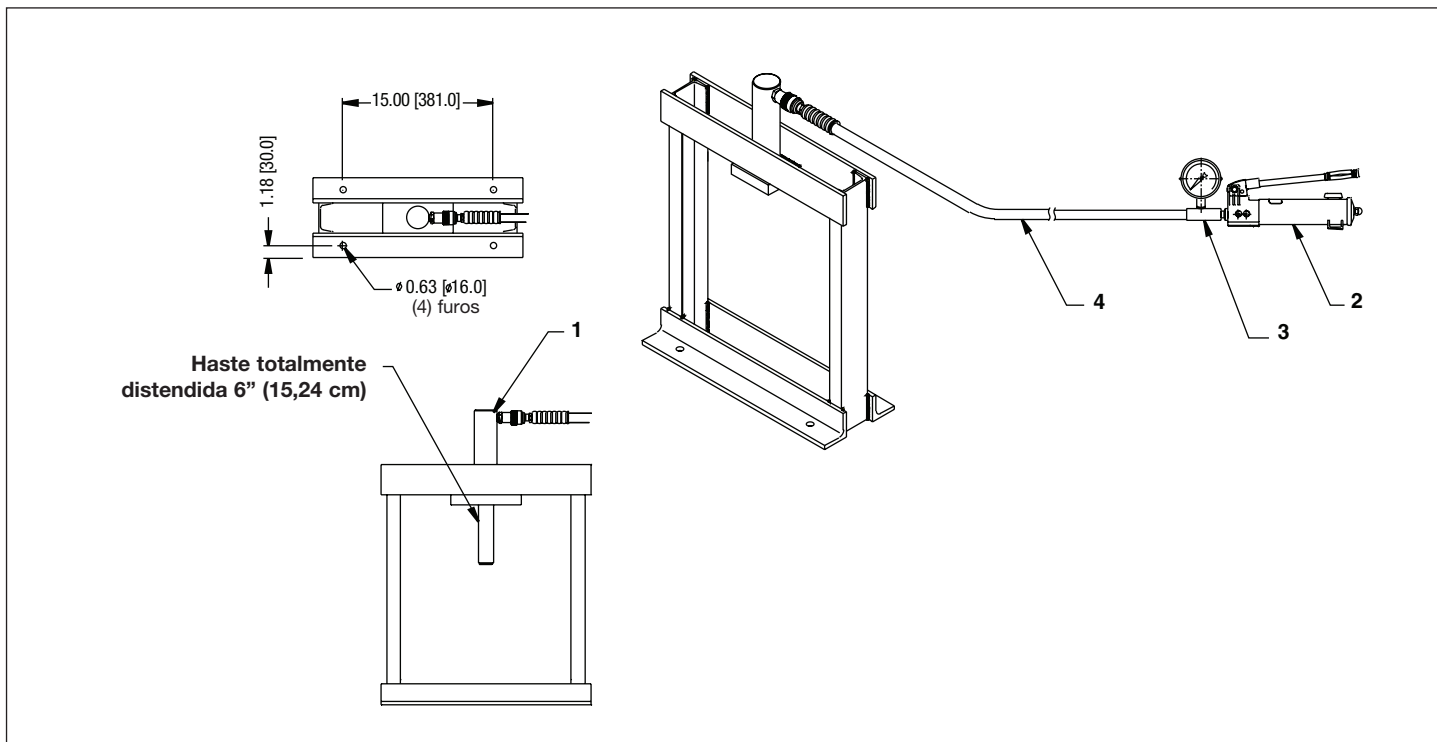

Figura 1, 10-toneladas VLP
3.0 INSTALAÇÃO/MONTAGEM (VERIFICAR A FIGURA 1)
Monte a prensa usando os quatro furos de montagem na braçadeira. Veja a Figura 1 para as dimensões de montagem.